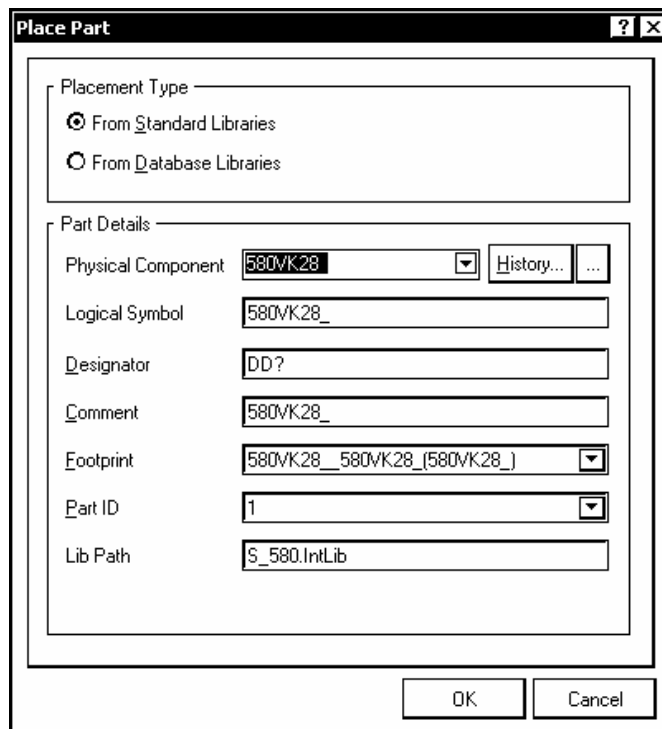

Рис. 5.1
1. Активизировать команду главного меню программы Place>>Part. Можно также воспользоваться контекстным меню или “горячими” клавишам P, P. Откроется диалоговое окно Place Part (рис. 5.1) с информацией о последнем введенном ранее компоненте.